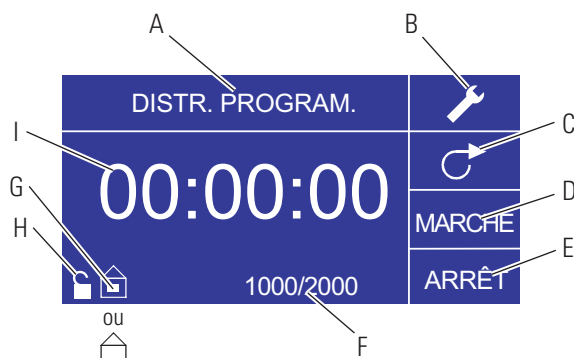

Figure 3-4. Écran Mode distribution programmée
- I. **Affichage de la durée :** Les chiffres du milieu indiquent la durée restante pour l'entraînement dans la Durée de marche ou Durée d'arrêt mise en surbrillance à droite de l'affichage (position D ou E, Figure 3-4).
6. **Réglage de la Durée de marche :** Pour régler la Durée de marche, utiliser le pavé directionnel et la touche ENTRÉE afin de sélectionner le champ MARCHE (voir position D, Figure 3-4). Cette procédure met le minuteur au centre de l'écran en surbrillance (voir position I, Figure 3-4). Appuyer à nouveau sur ENTRÉE pour que le minuteur puisse être réglé à l'aide des flèches VERS LE HAUT/VERS LE BAS. Passer d'un chiffre à l'autre à l'aide des flèches GAUCHE/DROITE. Après avoir sélectionné une Durée de marche optimale, appuyer de nouveau sur ENTRÉE pour valider. L'entraînement fonctionnera alors pendant la durée inscrite au centre de l'écran.
7. **Réglage de la Durée d'arrêt** : Pour régler la Durée d'arrêt, utiliser le pavé directionnel et la touche ENTRÉE afin de sélectionner le champ ARRÊT (voir position E, Figure 3-4). Cette procédure met le minuteur au centre de l'écran en surbrillance (voir position I, Figure 3-4). Appuyer à nouveau sur ENTRÉE pour que le minuteur puisse être réglé à l'aide des flèches VERS LE HAUT/VERS LE BAS. Passer d'un chiffre à l'autre à l'aide des flèches GAUCHE/DROITE. Après avoir sélectionné une Durée d'arrêt optimale, appuyer de nouveau sur ENTRÉE pour valider. L'entraînement s'arrêtera alors pour la durée inscrite au centre de l'écran. **REMARQUE** : Si la Durée d'arrêt est réglée sur 00:00:00, il est alors nécessaire d'appuyer sur **la touche MARCHE/ARRÊT** du pavé numérique ou du connecteur E/S à distance pour que l'entraînement commence la distribution suivante.
8. **Sélection de la taille du lot** : Avant de faire fonctionner l'entraînement pour les durées de MARCHE/ARRÊT sélectionnées, choisir une taille de lot pour l'opération. Pour cela, utiliser le pavé directionnel et la touche ENTRÉE afin de sélectionner l'icône LOT (voir position F, Figure 3-4). Sur l'écran Compte de lot, appuyer sur la touche ENTRÉE puis utiliser les flèches VERS LE HAUT/VERS LE BAS du pavé directionnel pour sélectionner une taille de lot. Passer d'un chiffre à l'autre à l'aide des flèches GAUCHE/DROITE. Appuyer sur ENTRÉE une fois de plus pour valider la taille du lot sélectionnée. Si le réglage indique zéro (0), l'entraînement fonctionne pendant un nombre infini de cycle et le symbole ∞ est affiché. Utiliser le pavé directionnel pour sélectionner QUIT. afin de revenir à l'écran de fonctionnement de la Distribution programmée.
10. **Réinitialisation du lot** : Pour réinitialiser un lot, utiliser le pavé directionnel et la touche ENTRÉE afin sélectionner l'icône LOT (voir position F, Figure 3-4). Sur l'écran Compte de lot, utiliser le pavé directionnel pour sélectionner RÉINITIAL. et appuyer sur la touche ENTRÉE pour réinitialiser le compte de lot, puis sélectionner QUIT. pour revenir à l'écran de fonctionnement principal du Mode distribution programmée.